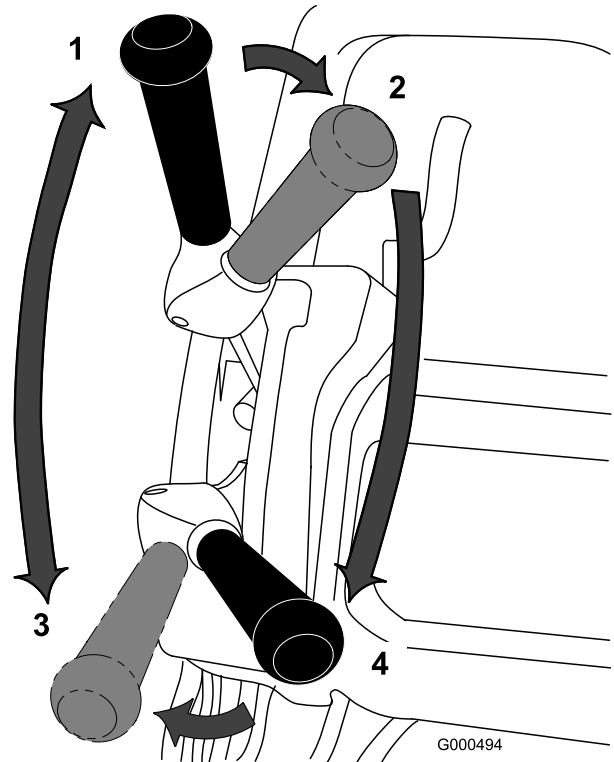

Figura 30
1. Arranque el motor, ponga el acelerador en Lento, empuje el manillar hacia abajo para elevar la unidad de corte, apriete el control de presencia del operador, ponga la palanca de tracción en la posición de ENGRANADO y lleve la máquina al borde del green (Figura 30).
2. Mueva la palanca de tracción a la posición de DESENGRANADO y engrane la palanca de transmisión del molinete (Figura 30).
3. Mueva la palanca de tracción a la posición de ENGRANADO, aumente la velocidad con el acelerador hasta que la máquina se desplace a la velocidad deseada, lleve la máquina al green, baje de la máquina y empiece a segar (Figura 30).